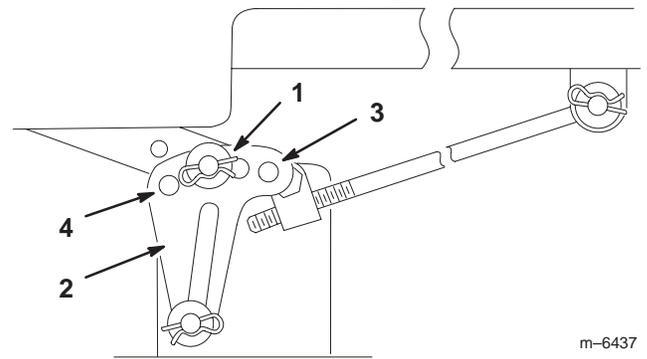

Figure 39
6. Enlevez la goupille fendue et la rondelle de la patte de mise à niveau (Fig. 39).
7. Pour mettre une lame de niveau, fixez la patte de mise à niveau dans un autre trou à l'aide de la rondelle et de la goupille fendue (Fig. 39 et 40). Utilisez un trou plus en avant pour réduire la hauteur de ce côté, ou un trou plus en arrière pour l'augmenter. Réglez les deux côtés selon les besoins.